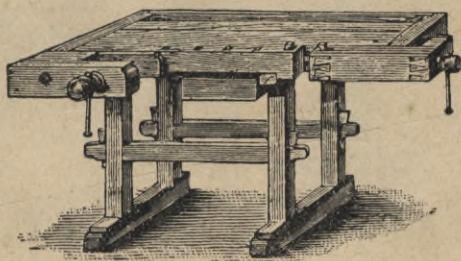

Fig. 10.
**Strugnica** (stół stolarski, — Hobelbank) (Fig. 10).